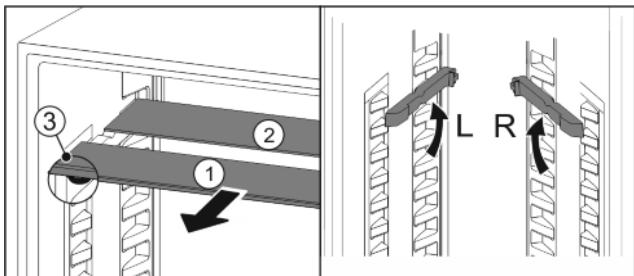

Fig. 17
- По одной извлеките Fig. 17 (1) стеклянные панели движением вперед.
- Стеклянная панель Fig. 17 (1) со стопорами лежит спереди.
- Стопоры показывают вниз Fig. 17 (3).